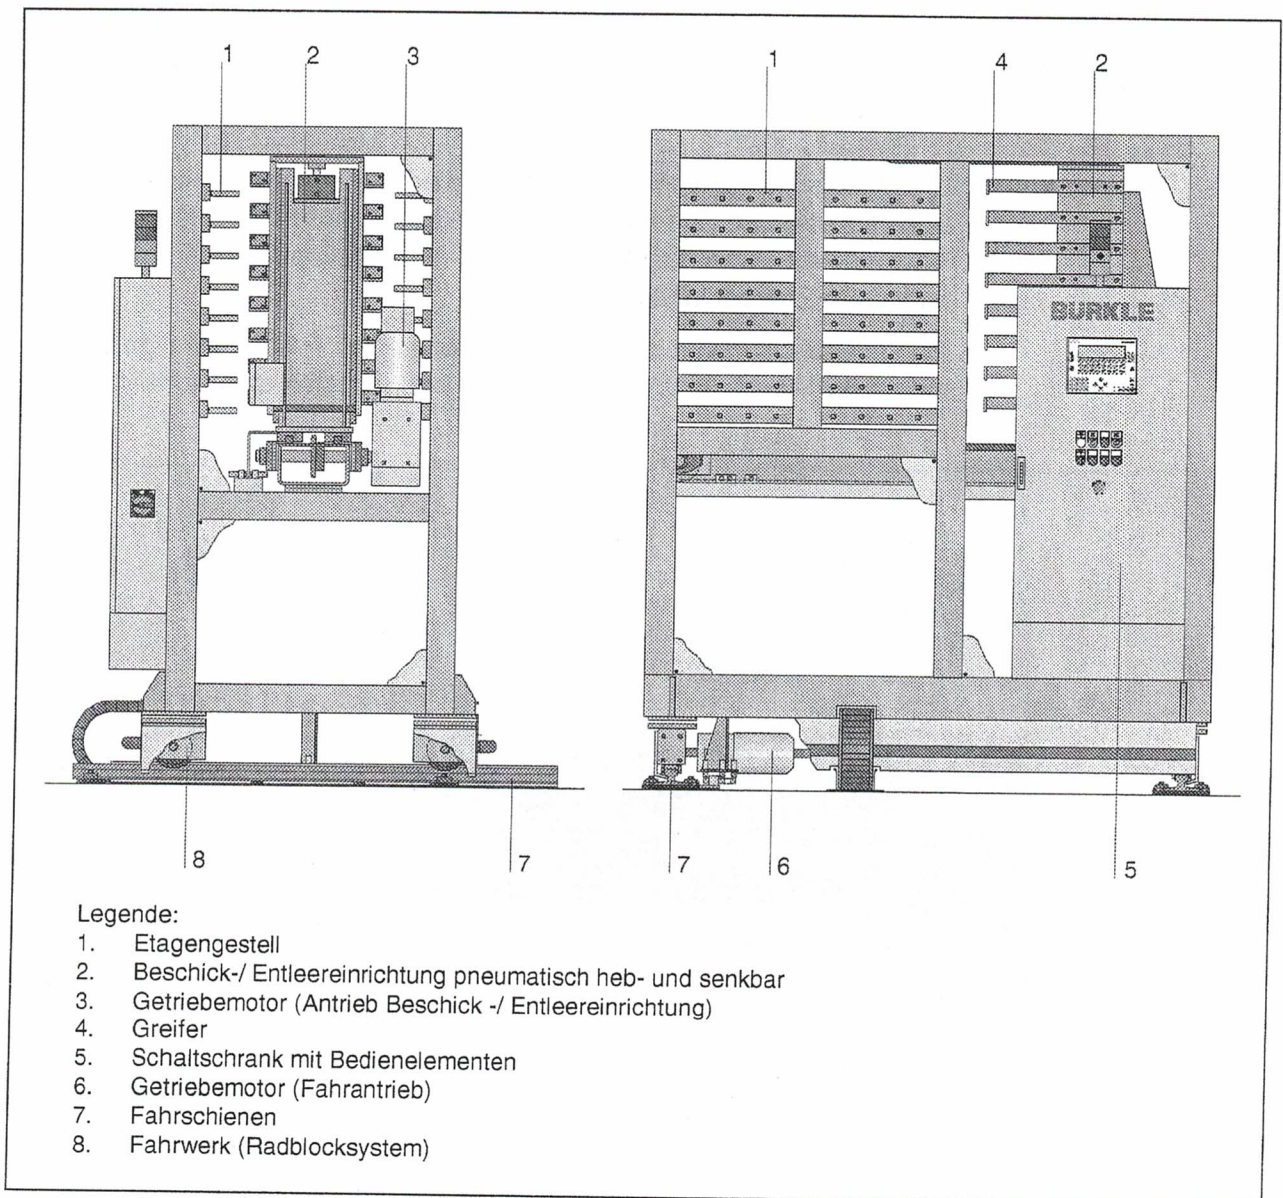

Abbildung 1-2 Aufbau der Maschine
Der Beschick-/ Entleerwagen ist motorisch (6, Abbildung 1-2) über auf dem Boden verlegte Fahrschienen (7) verfahrbar.